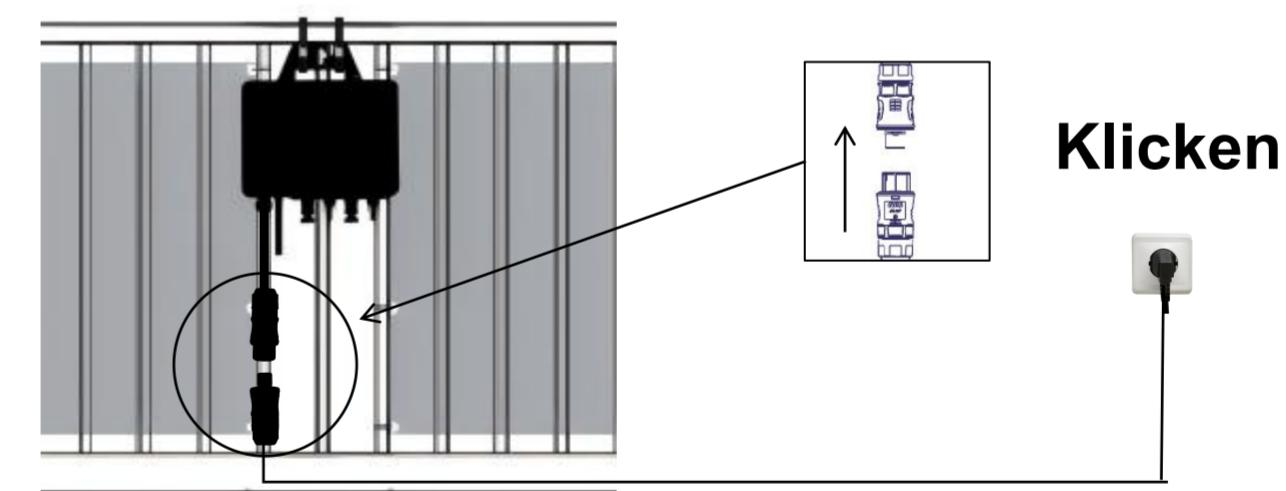

Abbildung 1
- Um zusätzlichen Stromverbrauch durch die Nachtstromversorgung der Maschine zu vermeiden, bezieht der Mikro-Wechselrichter seinen Strom von den Modulen anstelle des Stromnetzes. Wenn die flexiblen Module in Serie ausreichend Sonnenlicht erhalten, blinkt die LED der Maschine in der unteren linken Ecke rot, nachdem die Gleichstromleitungen in die Maschine eingesteckt wurden (Abbildung 1). Wenn die LED nicht blinkt, kann es sein, dass das Sonnenlicht auf den Modulen nicht ausreicht. In diesem Fall versuchen Sie, die flexiblen Module an einen anderen Ort mit stärkerem Sonnenlicht zu bewegen.